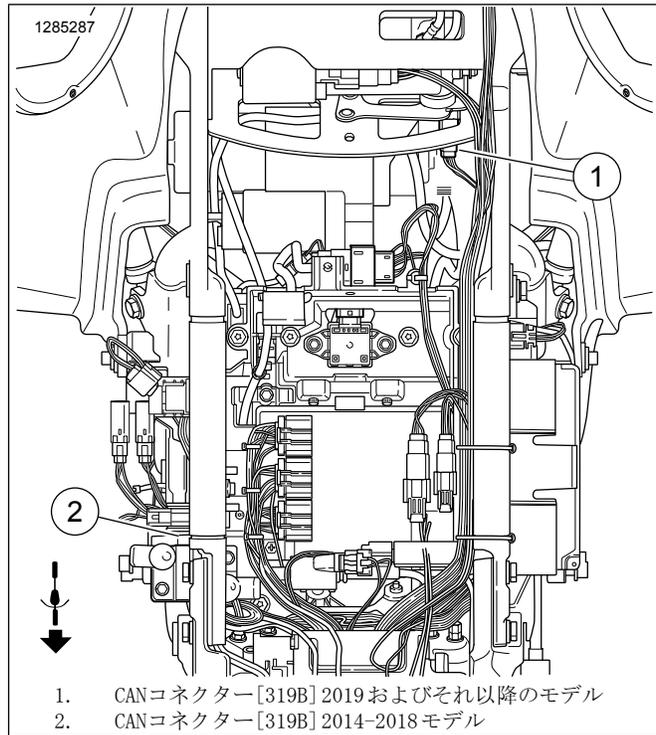

図3。CANコネクタ [319B]
- 「図3」を参照。右サイドカバー下にあるデルファイ2ウェイCANコネクタ[319B](1)を特定します。
- 「図3」を参照。[319B](1)と[319A]コネクタを、CAN車両コネクタの左側に沿わせてから、フレーム下に取り回します。